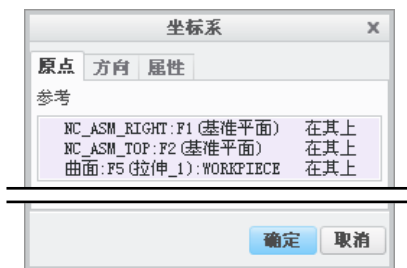

图 19.3.41 “坐标系”对话框
Step4. 机床坐标系设置。在“设置：操作”操控板单击 按钮，在弹出的菜单中选择 命令，系统弹出图 19.3.41 所示的“坐标系”对话框。按住 Ctrl 键依次选择 NC_ASM_RIGHT、